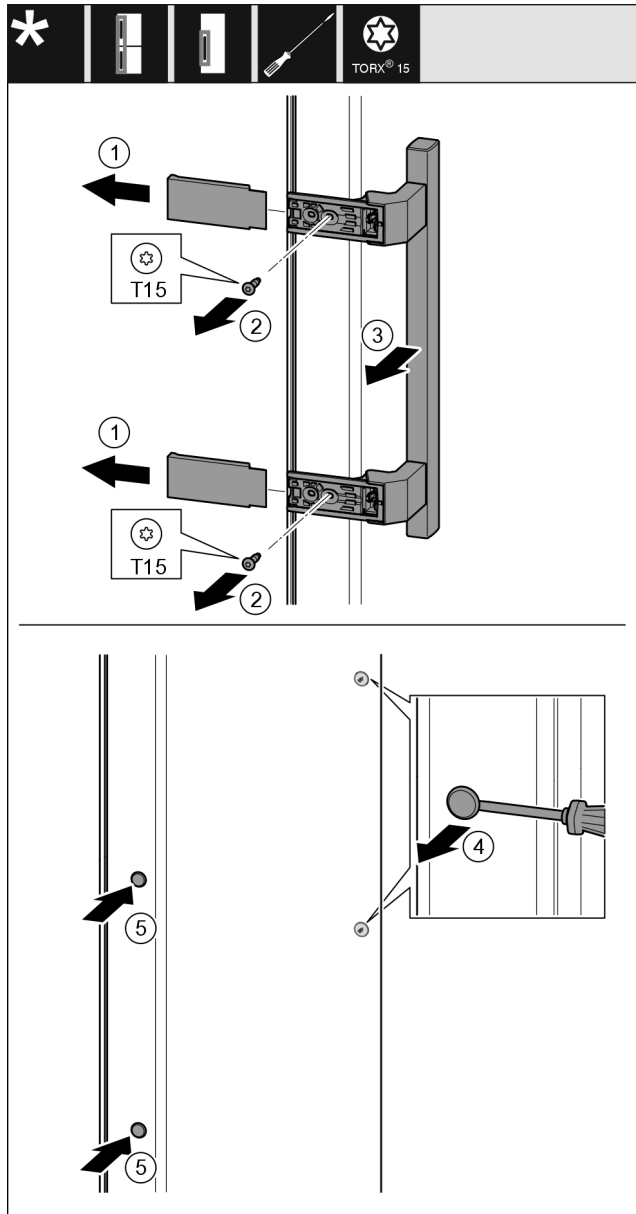

Fig. 24
- ▶ Húzza le a fedelet Fig. 24 (1).
- ▶ Tekerje ki a csavarokat Fig. 24 (2) csavarhúzóval.
- ▶ Vegye le a fogantyút Fig. 24 (3).
- ▶ Óvatosan emelje meg és húzza ki az oldalsó dugót Fig. 24 (4) lapos csavarhúzóval.
- ▶ Tegye vissza a dugót Fig. 24 (5) a másik oldalra.